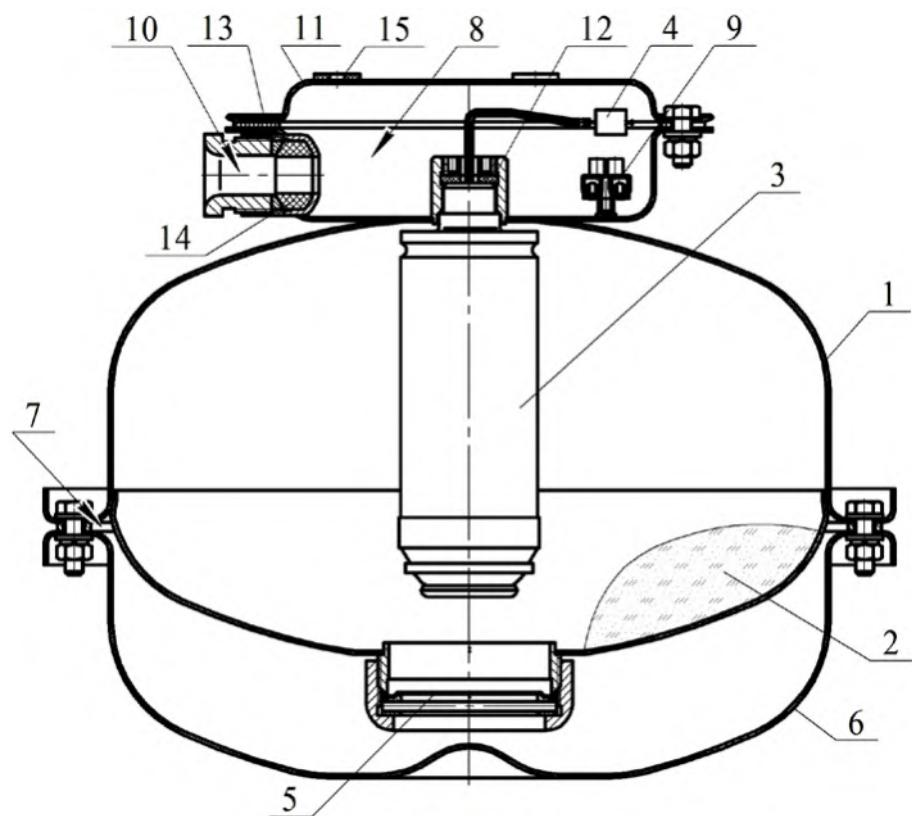

Рисунок 1
1.4.1.1 МПП (см. рисунок 1) состоит из корпуса **1**, в котором размещаются огнетушащий порошок (ОП) **2** и источник холдного газа (ИХГ) **3** с элементом электропусковым **4**. Сопловое отверстие для выхода ОП из корпуса перекрыто мембранный **5**. Со стороны соплового отверстия корпус **1** соединен с отражателем **6**. Насадок-распылитель **7** для выхода ОП представляет щелевой зазор между корпусом **1** отражателем **6**.
После подачи электрического импульса на выводы элемента электропускового **4 ИХГ 3** (см. рисунок 1) генерирует газ, который вспушивает ОП **2** и создает давление внутри корпуса МПП для вскрытия мембранны **5** и выброса через насадок-распылитель **7** струи ОП в зону горения.
2.1.3 Через резиновые прокладки **15** (см. рисунок 1) закрепить кронштейн **11** (см. рисунок 1) на потолке, стене, полу или иной несущей поверхности. Координаты отверстий в кронштейне, предназначенном для крепления МПП, показаны на рисунке 3.
2.1.4 Через резиновую прокладку **13** (см. рисунок 1) состыковать МПП с кронштейном и закрепить соединение гайками.